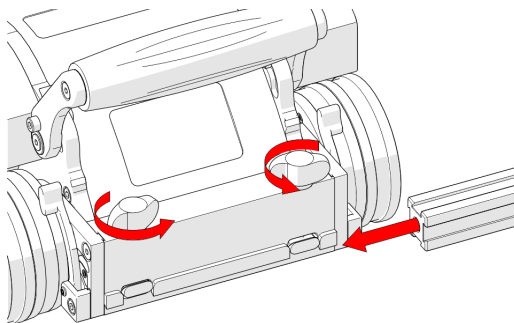

Abbildung 2-6 Einbau der Rahmenleiste
1. Drehen Sie die beiden schwarzen Flügelknöpfe, um die Schwalbenschwanzbacken zu lösen (siehe Abbildung 2-6 auf Seite 51).